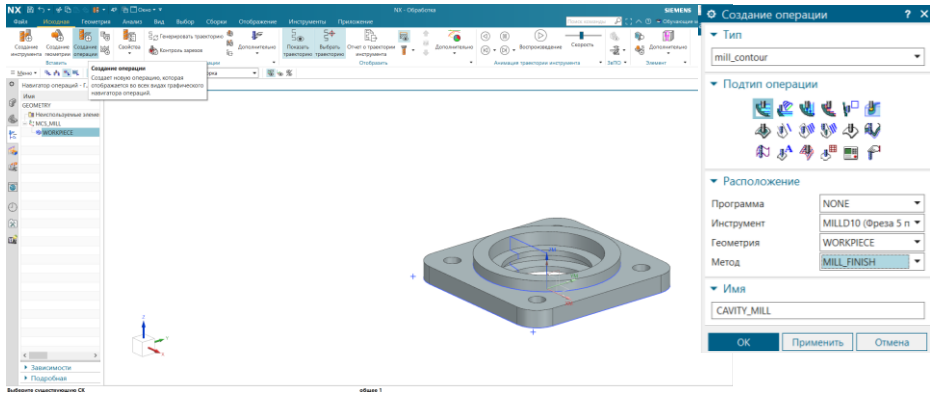

Рисунок 1.11 Діалогове вікно «Создание операции»
8) Виконайте команду «Создание операции». З'явиться діалогове вікно (рис. 1.11).